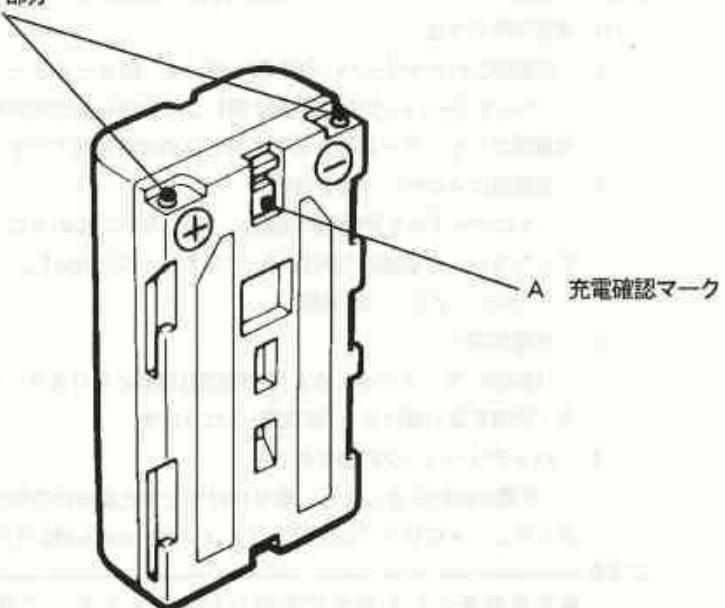

図3-22 バッテリーパック
緑色の充電確認マーク(図3-22 A参照)は、充電後にバッテリーパックを使用したかどうかなどの確認にご利用ください。
- 端子部分(図3-22 B参照)にゴミや砂などの異物が入らないように注意してお使いください。もし、異物が入ってしまったときは、先の細い柔らかい棒で完全に取り除いた後、充電器への取り付け、取り外しを数回繰り返してください。端子部分の接触がよくなります。